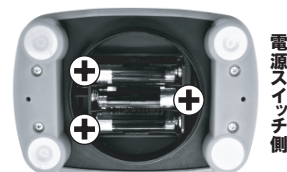

図1
- ① 製品底面の電池キャップを反時計回りに回して、取り外します。
- ② 電池ホルダーへ電池の極性に注意して、電池を差し込みます。(図1)
- ③ 電池キャップを時計回りに回して取付けます。